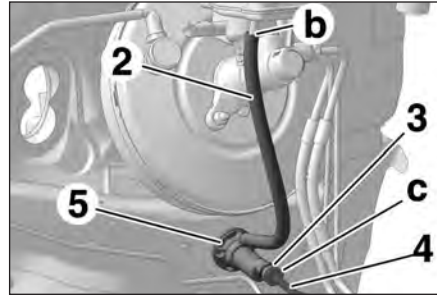

FIG.8
- Désaccoupler la canalisation d'alimentation (2) en (b) (Fig.8).
- Déposer l'agrafe (3).
- Désaccoupler la canalisation hydraulique (4) en (c).
- Déverrouiller le cylindre émetteur (5), en le tournant d'un huitième de tour dans le sens horaire.